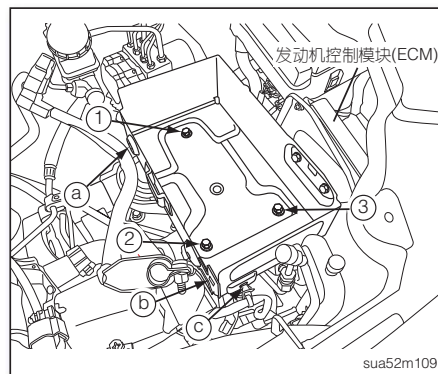

图11
3. 拆下蓄电池座固定螺栓①~③及线束固定扣a~c，取下蓄电池固定座(如图11)。